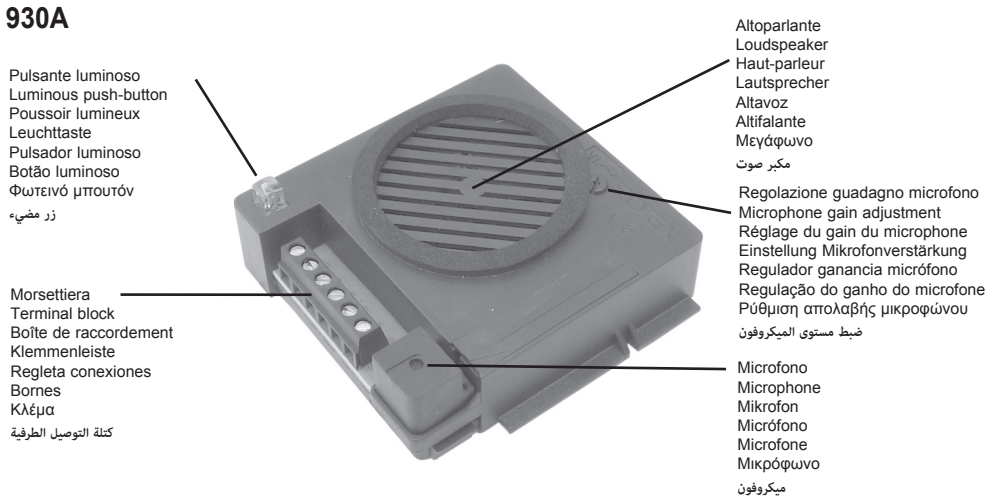

Fig. 1
- Aprire lo sportello con la freccia del 930A (Fig. 1)
- Die Abdeckung mit dem Pfeil des 930A öffnen (Fig. 1).
- Abrir la puerta con la flecha del 930A (Fig. 1).
- Open the door with the arrow of 930A (Fig. 1)
- Ouvrir la porte avec la fleche de 930A. (Fig. 1).
- Abrir a tampa do 930A (Fig. 1), de acordo com a seta.